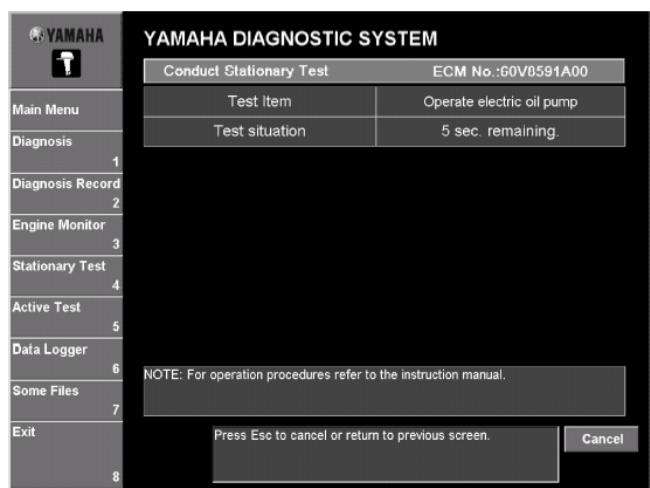

Рис. 82
4. Проверить, что масло вытекает с конца шланга электрического масляного насоса. (Рис. 82)